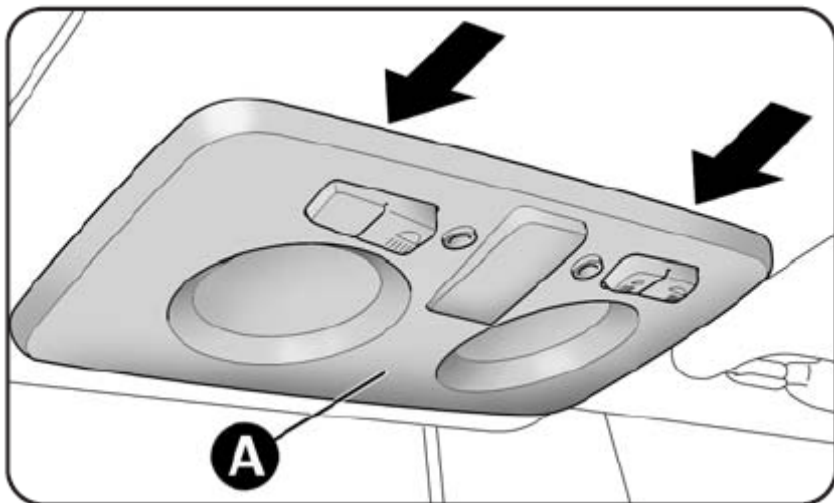
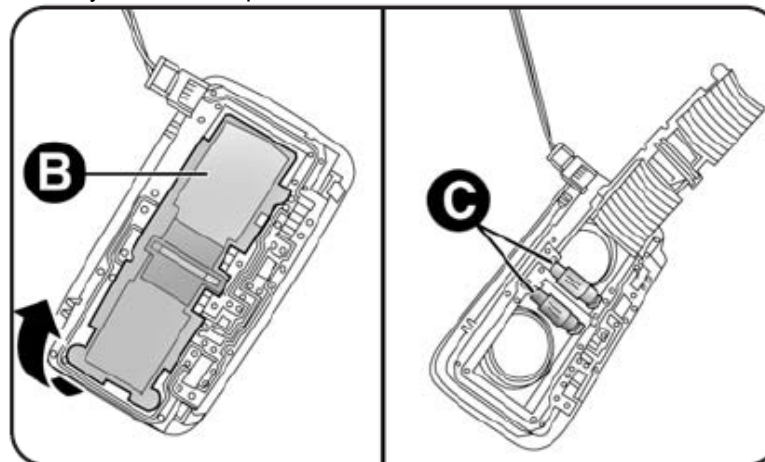

Рис. 31
Рис. 32
- Выньте плафон **А- рис.31**, нажав в точках, указанных стрелкой;
- Откройте защитную крышку **В – рис.32**. замените лампу **С**, для этого надо ее извлечь из боковых контактов, установите новую лампу и убедитесь, что новая лампа надежно зафиксировалась в контактах;
- закройте крышку **В – рис.32**, установите на место плафон **А - рис.31**, и убедитесь, что плафон надежно зафиксировался.